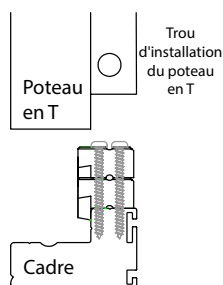

Fig. 7.2
- Fixez les blocs à chaque cadre à l'aide de deux (2) vis de blocage pour poteau en T #6 x 1 3/4". Ne serrez pas complètement les vis, mais seulement de manière à ce qu'elles soient bien serrées. Cela permettra un certain ajustement latéral du poteau en T. (Voir Fig. 7.2)